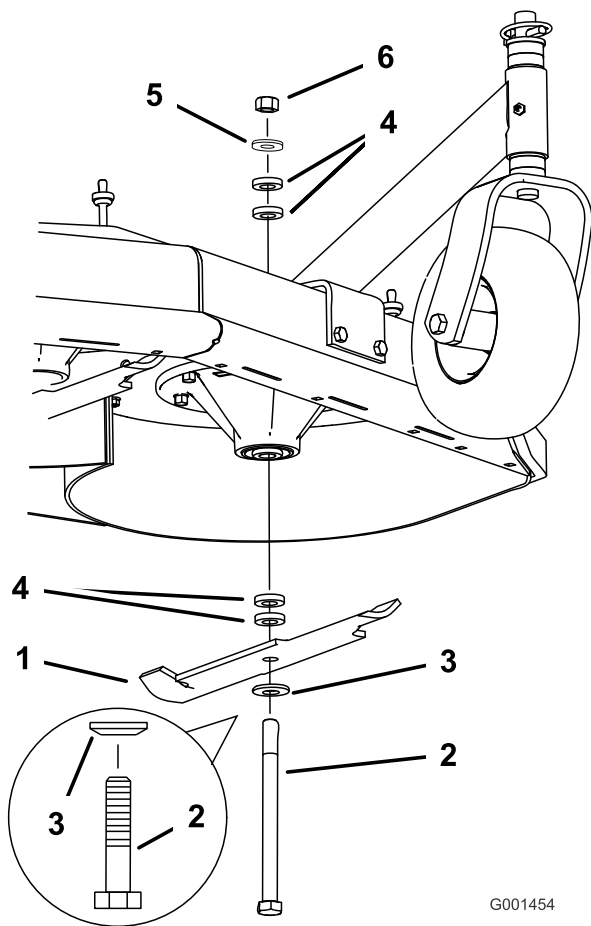

Figure 57
2. Enlevez de l'axe, l'écrou, le boulon de lame, la rondelle bombée, la lame, les entretoises et la rondelle mince (Figure 57).
1. Placez la rondelle bombée puis la lame sur le boulon. Choisissez le nombre correct d'entretoise(s) pour la hauteur de coupe, et insérez le boulon dans l'axe (Figure 57).
2. Posez la ou les dernière(s) entretoise(s) et fixez-la ou les en place avec une rondelle mince et un écrou (Figure 57).